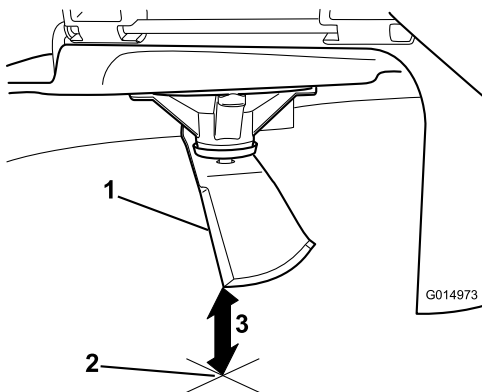

Figura 90
3. Mesurez la distance entre la pointe de la lame et la surface plane (Figura 90).